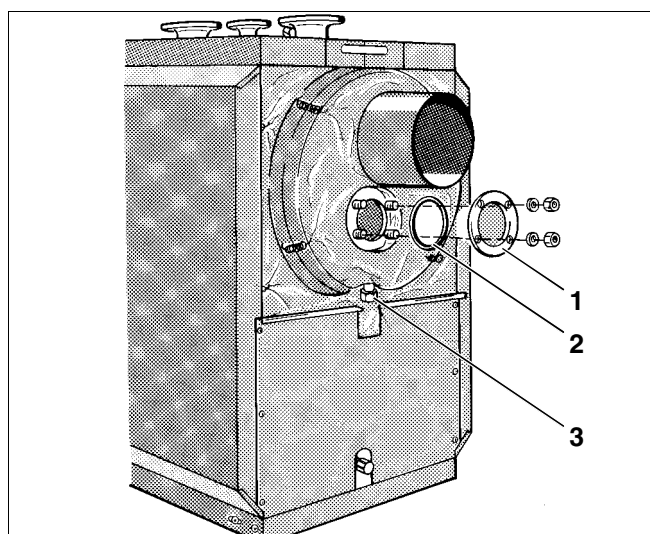

Fig. 28 Curățarea cazanului de încălzire
- Secționați izolația termică în sus (Fig. 28).
- Deșurubați piulițele (Fig. 28, **Poz. 1**) capacului de curățare.
- **Îndepărtați capacul orificiului de curățare și înlăturați rugina (Fig. 28).**
- Verificați garniturile de la ușa cazanului și orificiul de curățare (Fig. 28, **Poz. 2**) și eventual schimbați-le.
Particulele de curățare pot fi dirijate (Fig. 28, **Poz. 3**) datorită procesului de curățare, în colectorul gazelor de evacuare.